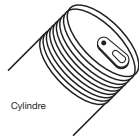

Figure 4
4. Poussez la cartouche de graisse dans le cylindre jusqu'à ce que le bord de l'extrémité à joint à languette touche le bord du cylindre (voir figure 4). Retirez alors le joint à languette de l'extrémité de la cartouche.